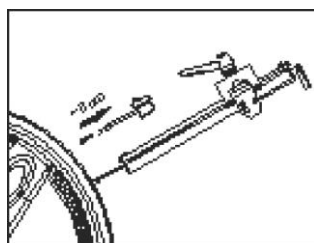
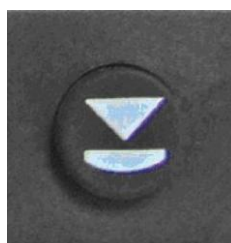

Рис.1
Рис.2
1. Выверните ручку компаратора. И установите диск напротив лазера. Пожалуйста, поместите компаратор около 4 см-5см к диску. (Рис.: 1) (внимание, пожалуйста ,выберите прямое место оправки.) Пожалуйста, нажмите кнопку ,чтобы поставить нумератор на ноль (Рис.: 2).